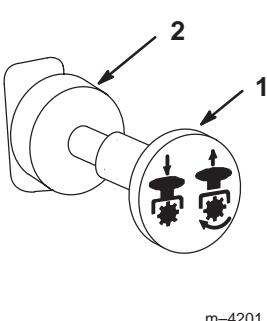

Figure 10
- Placez la commande de prise de force (PDF) en position débrayée (Fig. 10).